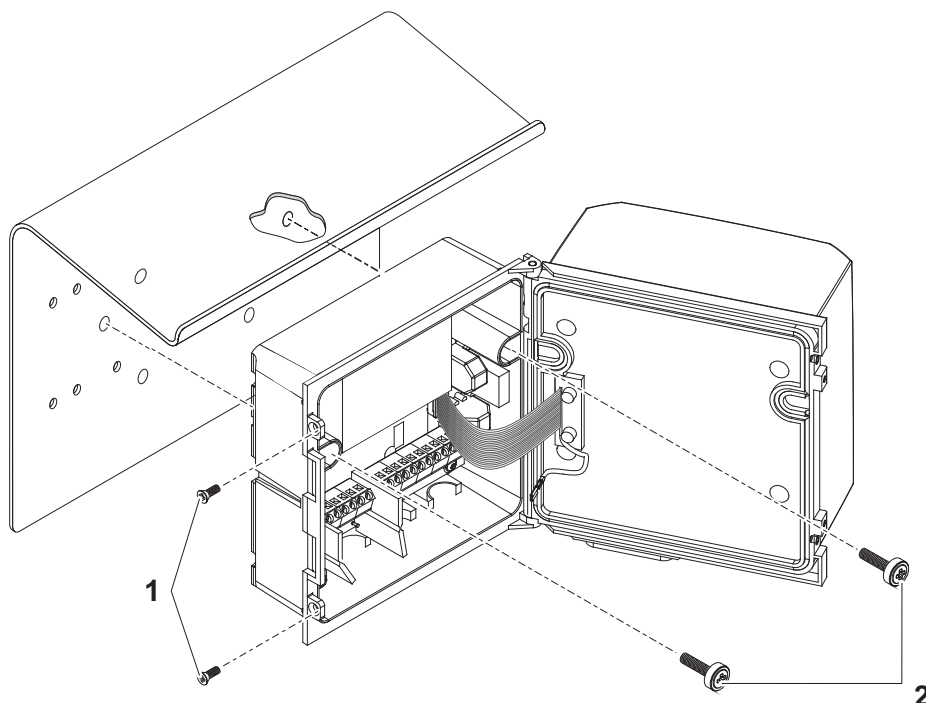

figure 3-21 Montage du DIQ/S 281 avec le toit de protection SD/K 170
- 1 Retirer les deux vis à tête fraisée (pos. 1 figure 3-21) et ouvrir le couvercle du module.
- 2 Poser le transmetteur universel sur le toit de protection et le visser avec les deux vis (pos. 2 figure 3-21).
- 3 Fermer le couvercle et le fixer avec les deux vis à tête fraisée (pos. 1 figure 3-21).